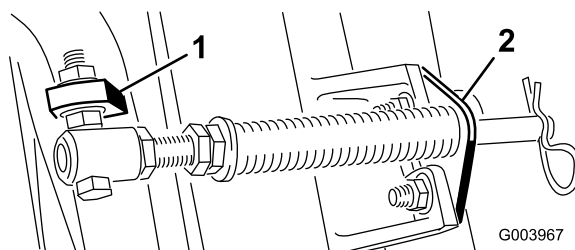

Figura 6
- C. Monte o parafuso no tubo da mola no separador oposto na estrutura de suporte e prenda com a porca flangeada. A cabeça do parafuso deve ser colocada no lado de fora do separador conforme ilustrado em Figura 6.